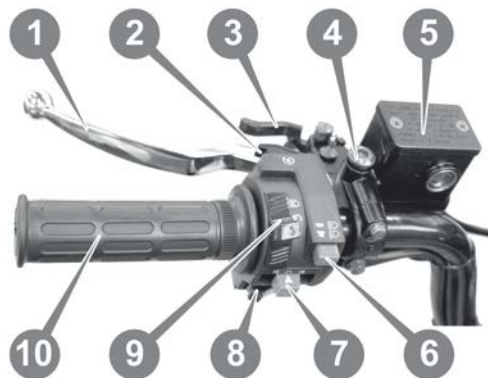
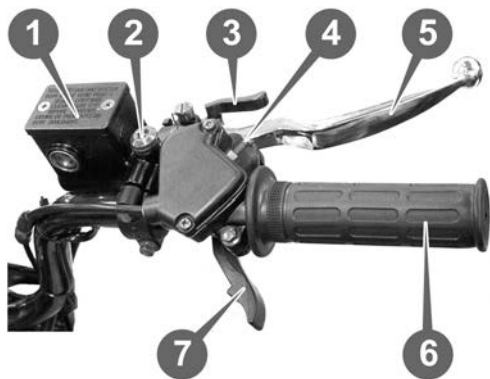

Рисунок 3.4.
Рисунок 3.5.
Основные органы управления квадроциклом сосредоточены на руле и разделяются на два блока: на левой стороне руля (см. рис. 3.4.) и на правой стороне руля (см. рис. 3.5.). Блок переключателей, управляющих работой бортового электрооборудования квадроцикла, находится на руле слева (см. рис. 3.4.), возле рукоятки (10). В блоке смонтированы пять переключателей: нефиксируемая кнопка включения электростартера (2); трехпозиционный переключатель режимов работы осветительных приборов (9); фиксируемая кнопка переключения ближнего и дальнего света фар (6); кнопка подачи звукового сигнала (8); переключатель указателей поворотов (7) (в данной модели не задействован).
Справа на руле возле рукоятки (6) (см. рис. 3.4.) находятся рычаг (5) переднего гидравлического тормоза; стопор (3) для использования переднего тормоза в качестве парковочного тормоза; подпружиненный рычаг (7) управления подачей топлива (его иногда называют «дроссель» или «газ»); главный цилиндр (1) заднего гидравлического тормоза; гнездо (2) крепления зеркала заднего вида.
Для снижения скорости движения, остановки и стоянки квадроцикла используются тормоза. Данный квадроцикл оборудован двумя независимыми тормозными системами: передним и задним дисковыми гидравлическими тормозами с механизмами блокировки для использования их в качестве стояночных тормозов. Управление тормозами осуществляется с помощью рычагов на руле квадроцикла (см. рис. 3.1., рис. 3.4. и рис. 3.5.)